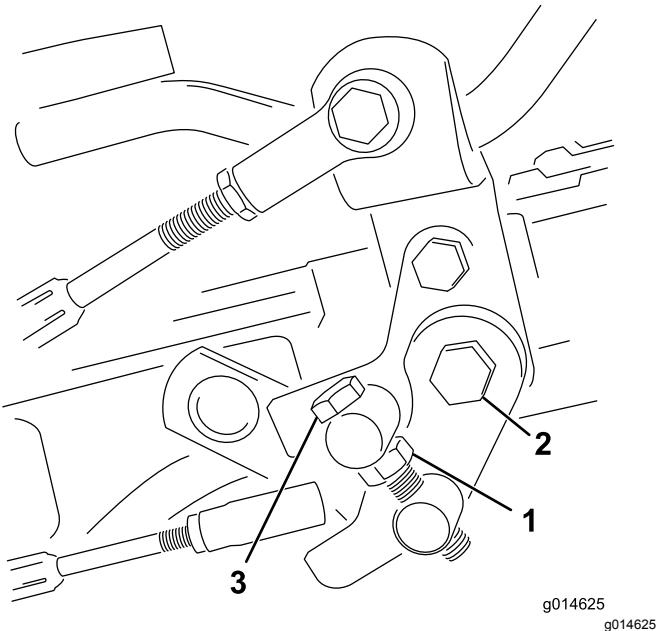

Bild 37
1. Lösen Sie die Klemmmutter an der Drehzapfenkopfschraube (Bild 37).
| 4. Ziehen Sie die Klemmmutter an der Drehzapfenkopfschraube und die Mutter am Pedalgelenk fest, um die Einstellung zu arretieren (Bild 37). Prüfen Sie die Einstellung und nehmen Sie ggf. eine weitere Einstellung vor. | |